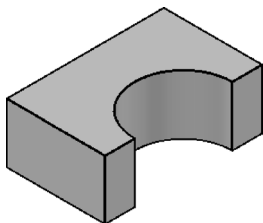

图 10-16 原始实体模型
- 1) 打开配套光盘中的“偏移面.dwg”文件，原始实体模型如图 10-16 所示。